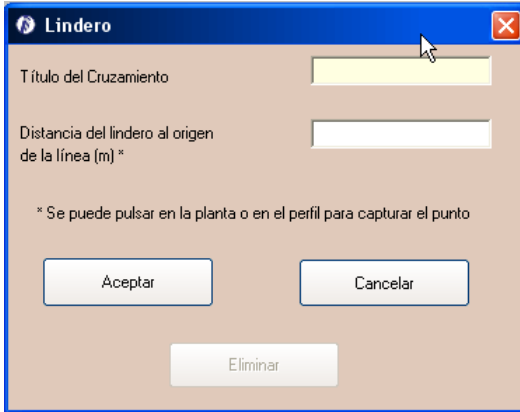

Figura 5.51. Cruzamiento con ríos y canales
- Cruzamiento con lindero () . En la ventana de lindero (Figura 5.51) podemos introducir un cruzamiento indicando: